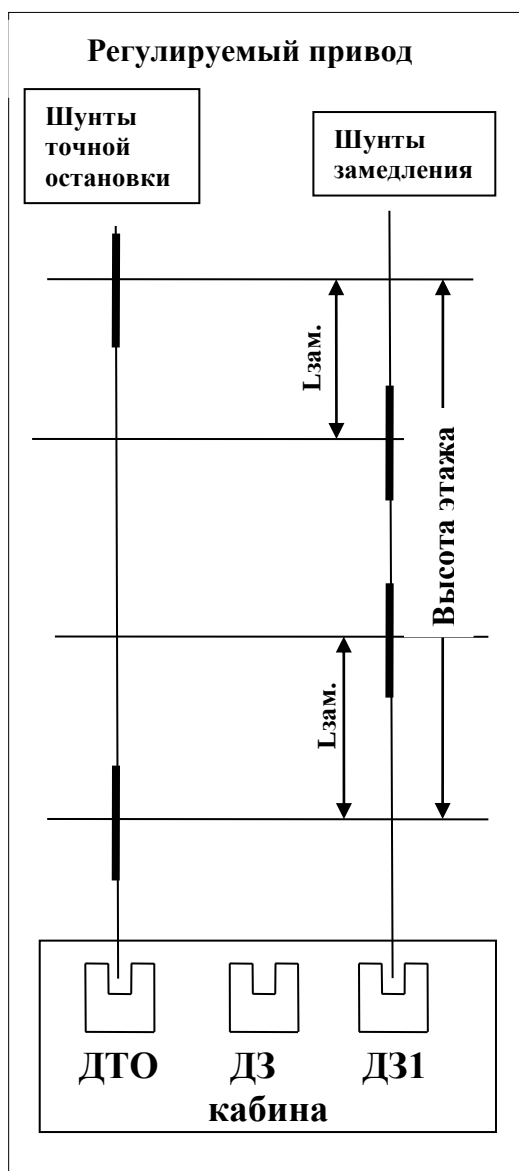
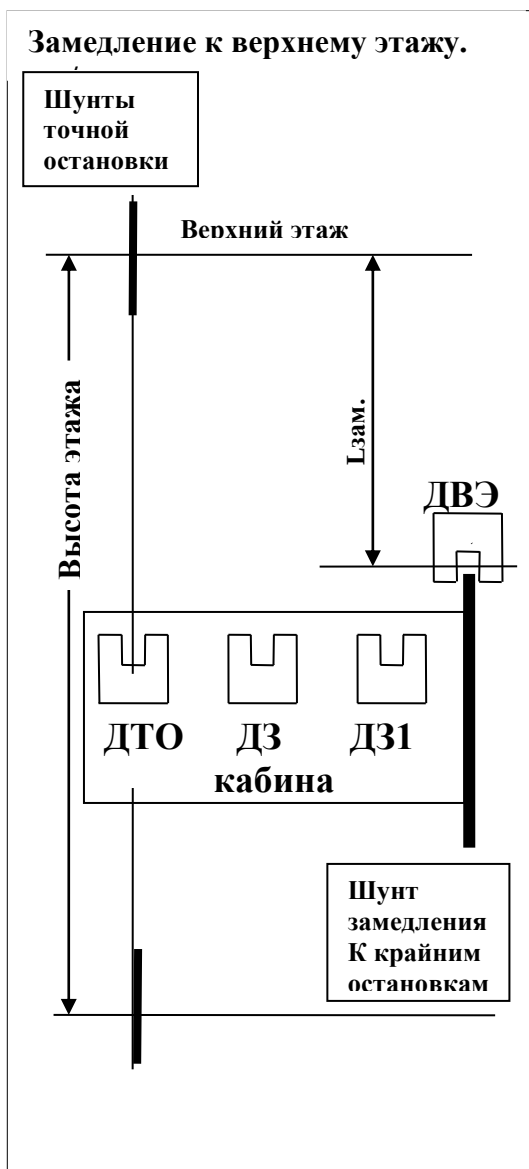

Рис. 25.
Рис. 26.
При подходе к крайним этажам рабочее замедление по датчикам «ДЗ» или «ДЗ1» дублируется замедлением по датчикам крайних этажей «ДНЭ - датчика нижнего этажа» и датчика «ДВЭ - датчика верхнего этажа», рис.25. и рис.26..
- 2. Установить по шахте датчики точной остановки на всех этажах и датчики верхнего и нижнего этажа, как показано на рис. 25. и рис. 26.;